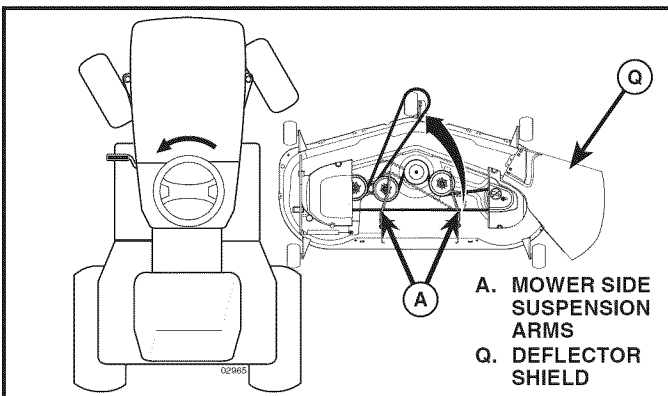

Fig. 32
4. SLIDE MOWER UNDER TRACTOR (See Fig. 32)